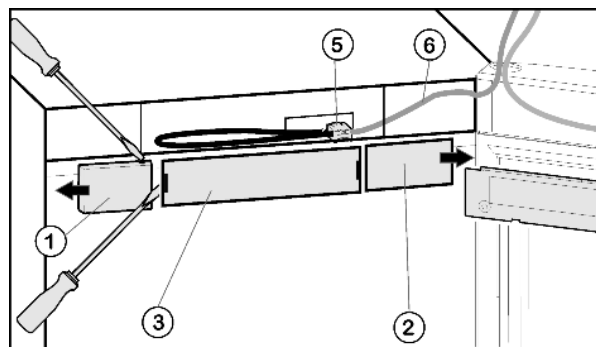

Fig. 4
- Kryt na straně madla Fig. 4 (1) vytáhněte: vyklesněte doprava plochým šroubovákem a pak vysuňte ven.
- Kryt na straně madla Fig. 4 (2) vytáhněte: vyklesněte doleva plochým šroubovákem a pak vysuňte ven.
- Přední krytku Fig. 4 (3) vytáhněte plochým šroubovákem.
- Kontakt vytáhněte a konektorové spojení Fig. 4 (5) rozpojte.
- Šedý kabel Fig. 4 (6) uvolněte z vedení.
- Znovu vytvořte konektorové spojení Fig. 4 (5).
- Kryt Fig. 4 (3) zase nasadíte.
- Kryt Fig. 4 (2) na straně závěsu nasadíte otočený o 180° a zatlačte, aby zapadl.
- Kryt Fig. 4 (1) na straně madla nasadíte otočený o 180° a zatlačte, aby zapadl.